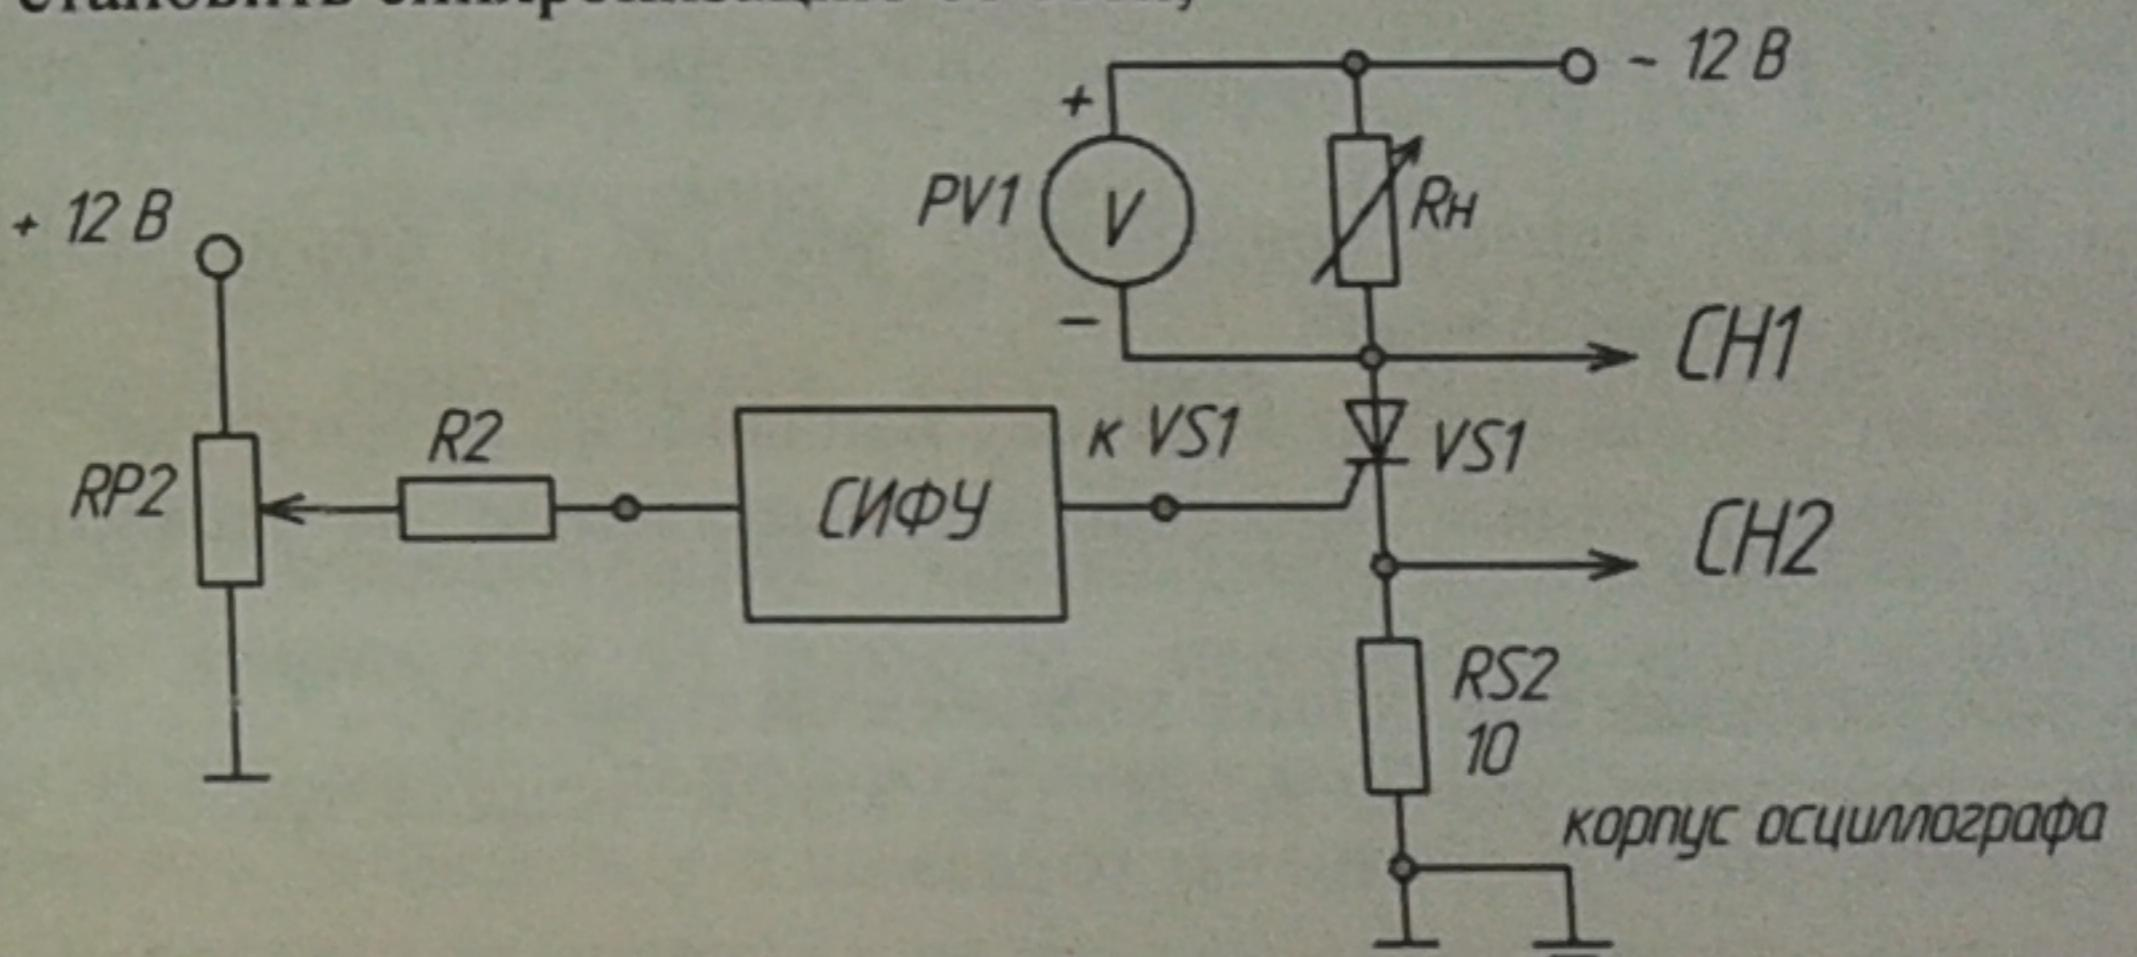

Рис. 1
- собрать схему управляемого выпрямителя по рис. 1. Подключить входы осциллографа. Переключатель развертки осциллографа перевести на временную развертку. Установить синхронизацию от сети;